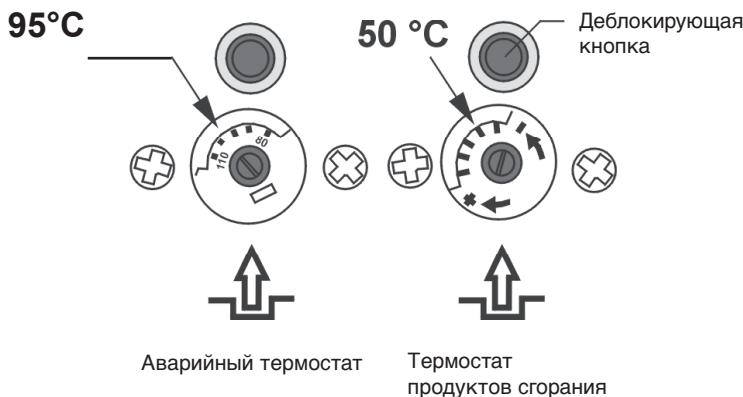

Рис.11
Аварийный терmostat и терmostat продуктов сгорания оснащены деблокирующей кнопкой и шкалой настройки температуры (см.рис. 11). Разблокирование можно провести после отвинчивания деблокирующей кнопки. Разблокировать аварийный терmostat можно после снижения температуры отопительной воды. Подобным образом и у терmostата продуктов сгорания, где разблокирование возможно после охлаждения его датчика.
- термостат продуктов сгорания 50 °C . Настройка термостата изображена на рис.11.